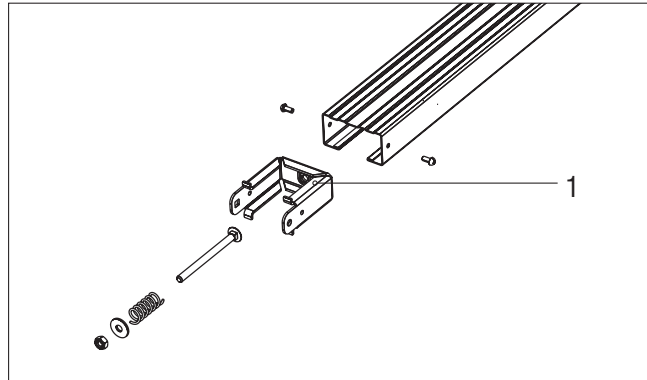

Рис. 1
2. Розберіть механізм натяжіння ланцюга, поз. 1 (рис. 1).